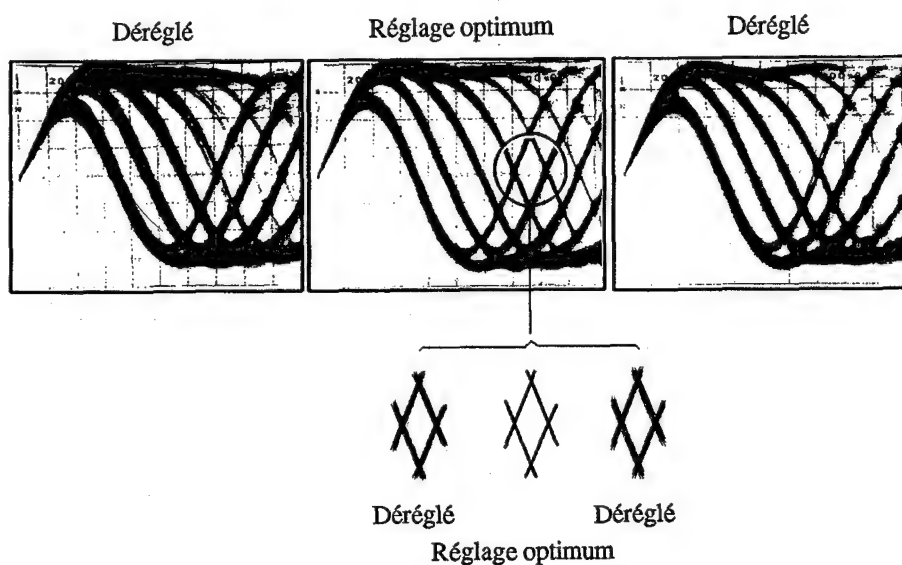

Figure 5 Motif en oeil
- Ensuite, ajuster la vis d'inclinaison tangentielle à l'aide d'une clé hexagonale M de 3 mm, de façon que le motif en oeil (c'est-à-dire, le diamant au centre du signal RF) soit le plus clairement visible (Figure 5). Dans le cas d'un lecteur multidisque, utiliser un tournevis Phillips.